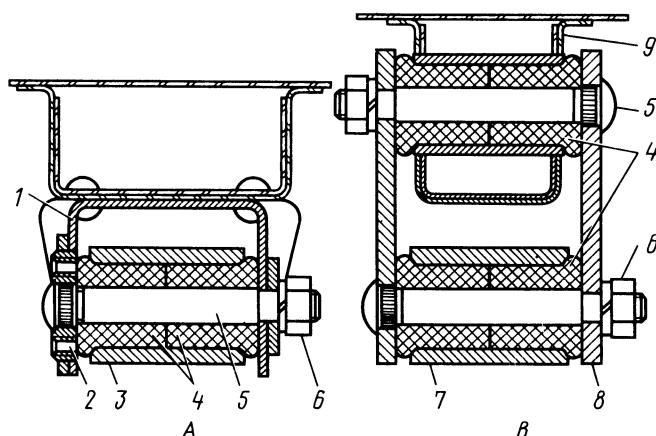

Рис. 148. Крепление концов рессоры:
Все пальцы 5 (рис. 148) крепления рессор одинаковы и запрессованы в шайбы 2 или щеки 8 с серег. Противоположные концы пальцев затягиваются гайками 6.
5. Отсоединить задний конец рессоры, отвернув две гайки 6 (см. рис. 148, В).